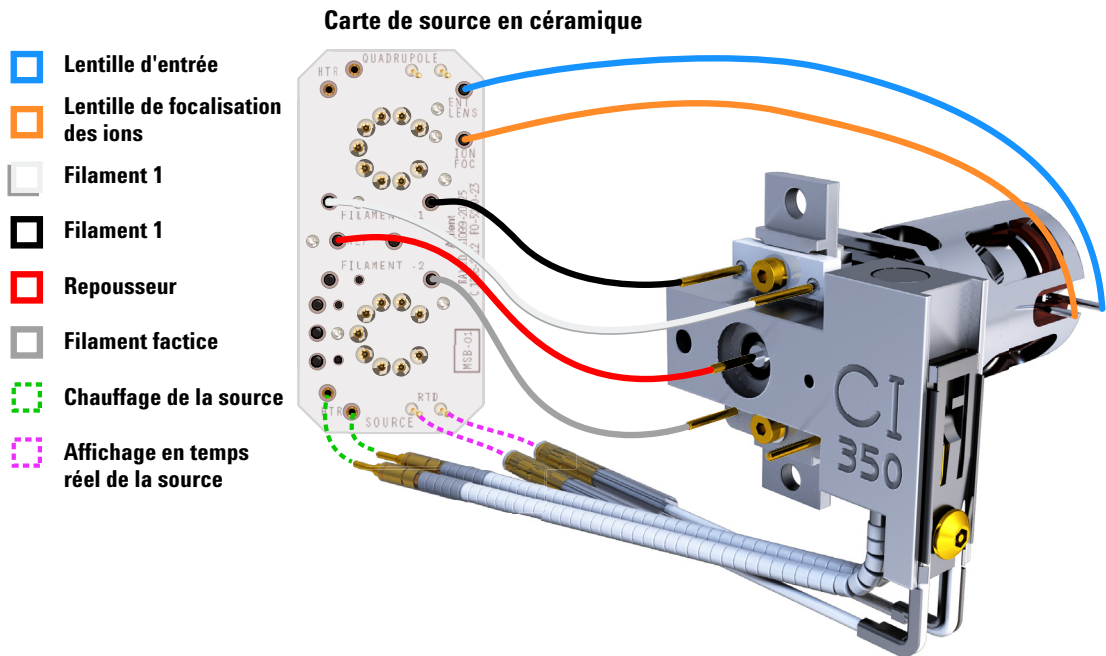

Figure 77. Câblage reliant la carte de source en céramique et la source
- 1 Utiliser des pinces pour brancher/débrancher les fils de la carte en céramique (rouge, blanc, noir et gris) au niveau des connecteurs de la source. (Voir **Figure 77**.)
- 2 Utiliser des pinces pour brancher/débrancher les fils du chauffage de la source au niveau de la carte de source en céramique. (Voir **Figure 77**.)